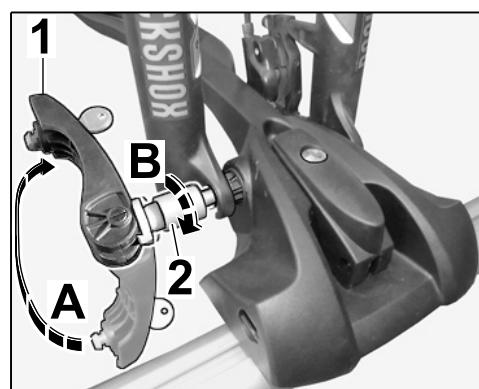

Figura 32
- 7.3.2 Girar la palanca tensora con cerradura en posición horizontal ( $\Rightarrow$  Figura 32 -A-).
Girar el casquillo de ajuste algunas vueltas hacia la horquilla de la rueda delantera ( $\Rightarrow$  Figura 32 -B-).